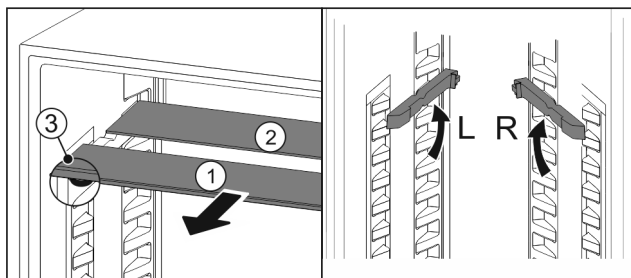

Fig. 117
- ▶ Dra ut *Fig. 117 (1)* glashyllorna framåt en i taget.
- ▷ Glashyllan *Fig. 117 (1)* med dekorlisten ligger längst fram.
- ▷ Stoppklackarna *Fig. 117 (3)* är vända nedåt.